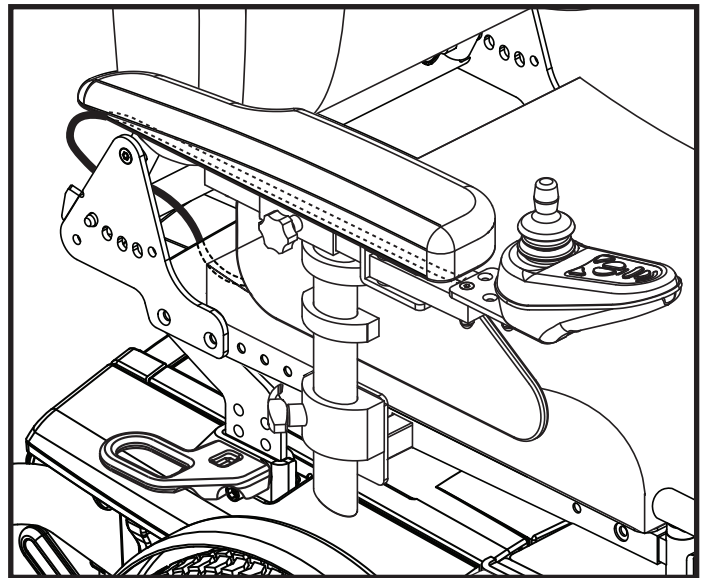

Figura 19. Percorso del cavo
7. Dirigere il cablaggio del joystick verso la parte anteriore della base elettronica e ricollegare il joystick. **Vedere la figura 19.**